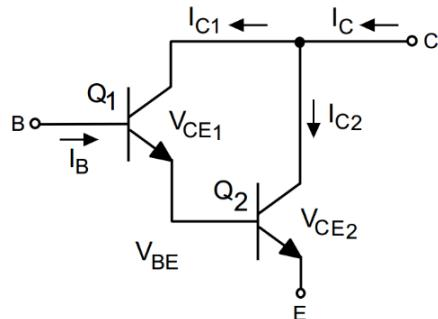

Figura 2.92 – Conexão Darlington.
**Exemplo 54** – Mostrar que o ganho de corrente da conexão Darlington, mostrada na Figura 2.92, é dada por  $I_C = \beta_D \cdot I_B$ , onde  $\beta_D = \beta_1 \beta_2$ .